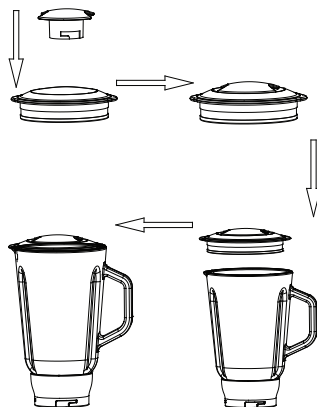

Рисунок 3
4. Поместите продукт, который хотите измельчить, в чашу блендера (30).
5. Поместите крышку блендера (29) на чашу так, чтобы штифты на крышке совпали с углублениями на верхнем крае чаши. Надавите на крышку, чтобы плотно закрыть блендер.
6. Поместите защитную крышку блендера (28) в отверстие в крышке блендера (29) и закройте (см. рис. 3).
7. Вставьте лезвие блендера (31) в коннектор блендера (32) и соберите, повернув до легкого щелчка.